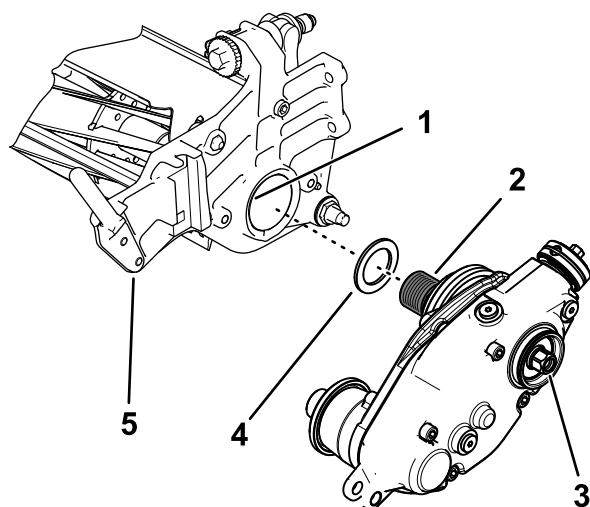

Figura 7
2. Monte a anilha de apoio sobre as roscas do adaptador do cilindro (Figura 7).
4. Prenda a caixa de transmissão do rastelo no eixo do cilindro (Figura 7).
6. Com o cilindro preso, aperte a cabeça sextavada do eixo da caixa da transmissão com 135 a 150 N·m; consulte Figura 7.